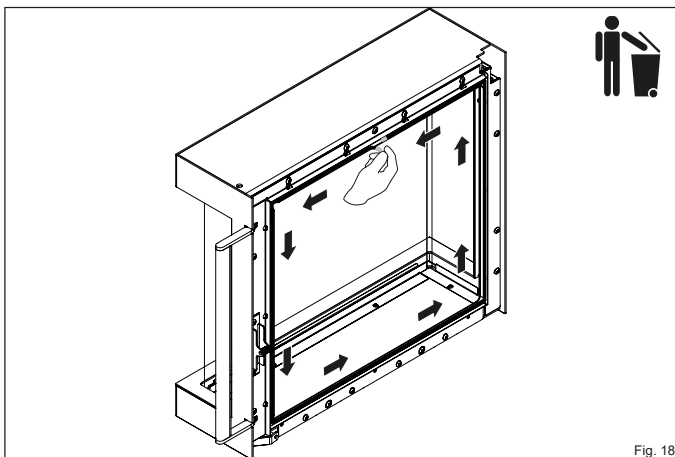

Fig. 18
- ▶ Retirez l'ancien joint du guide à partir de l'une de ses extrémités et jetez-le à la poubelle (Fig. 18).